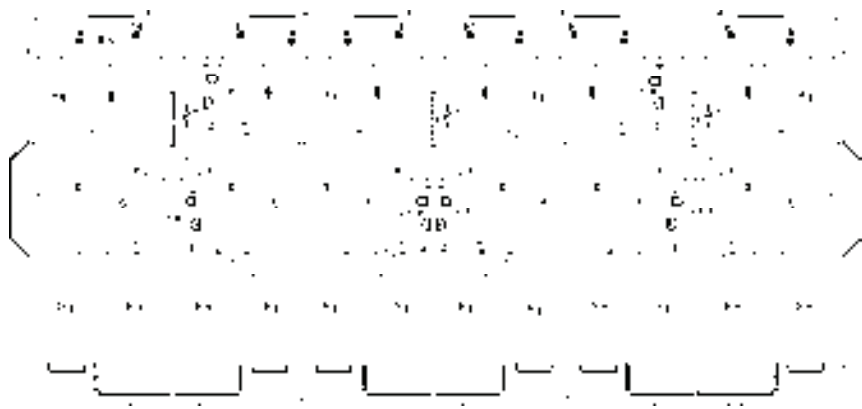

图 14-74 文字标注
4) 添加文字标注。调用“单行文字”命令, 在弹出的“单行文字”对话框中设置参数; 点取文字的插入位置, 即可完成文字标注的添加, 结果如图 14-74 所示。